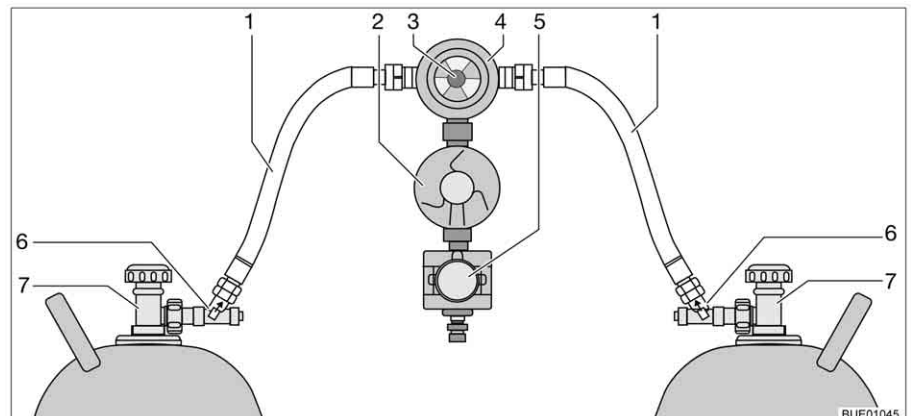

Fig. 133 Instalación de conmutación Crash Protection Unit
La Crash Protection Unit se compone de dos restrictores de desbloqueo manual (Fig. 133,6), una válvula selectora (Fig. 133,4) con regulador de presión (Fig. 133,2), una electroválvula (Fig. 133,5) y la unidad de mando con LED de tres colores. La válvula selectora está montada entre las dos gomas del gas (Fig. 133,1).
Con el botón giratorio (Fig. 133,3) en la válvula selectora se puede determinar cuál de las bombonas de gas se utilizará como bombona de servicio y cuál bombona de gas como bombona de reserva.
En la unidad de mando (Fig. 134) únicamente pueden conmutarse las funciones eléctricas. Las llaves de paso principales de las bombonas de gas (Fig. 133,7) y los desbloques (Fig. 133,6) deben abrirse a mano.
- Abrir las llaves de paso principales en las bombonas de gas (Fig. 133,7).
- Pulsar los desbloques (Fig. 133,6), uno tras otro, durante 10 segundos.
- Con el botón giratorio (Fig. 133,3) en la válvula selectora (Fig. 133,4), seleccionar la bombona de gas de la que habrá de tomarse el gas principalmente (bombona de servicio).
- Cerrar las llaves de paso principales en las bombonas de gas (Fig. 133,7).